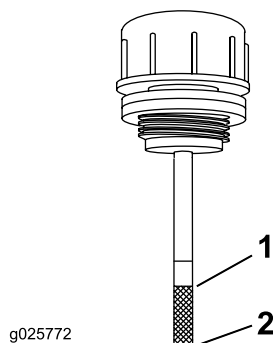

Figure 68
9. Ressortez la jauge et examinez l'extrémité (Figure 68). Si le niveau d'huile est au repère minimum, versez lentement la quantité d'huile qui convient dans le réservoir hydraulique pour faire monter le niveau jusqu'au repère maximum.